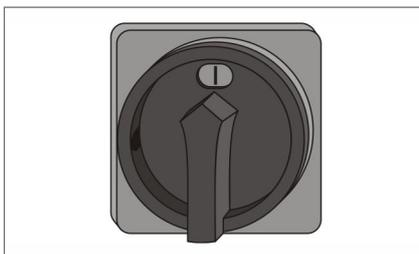

Abb. 31 Hauptschalter einschalten
01. Die Hauptschalter **Abb. 31** der folgenden Module in Stellung "I" drehen: